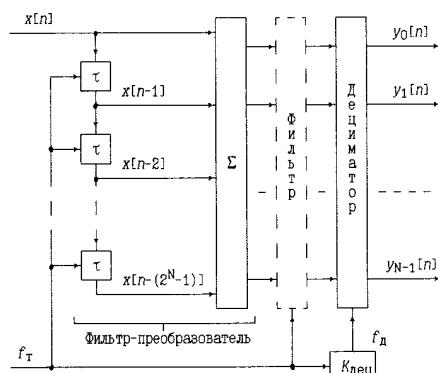
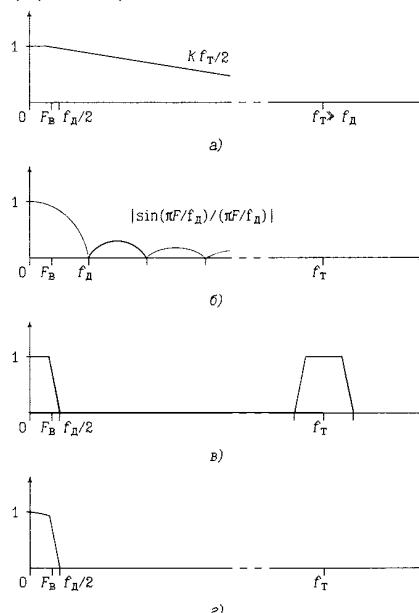

рис. 5
рис. 6
Фильтровый способ цифрового преобразования. Другой способ цифрового преобразования сигма-дельта модулированного сигнала основан на использовании цифрового фильтра с дециматором на выходе. На **рис.5** показан трансверсальный фильтр с элементами задержки "τ" и сумматором "Σ" текущей незадержанной и предшествующих, задерживаемых на время τ , 2τ , 3τ , ..., $(2^N-1)\tau$, посылок преобразуемого сигнала (обозначен на рисунке как "Фильтр-преобразователь"). Длительность задержки каждого элемента равна $\tau = 1/f_t$. Коэффициенты суммирования (весовые коэффициенты фильтра) равны единице. Фильтр-преобразователь и дециматор (без промежуточного фильтра между ними) эквивалентны счетчику и регистру на его выходе, используемым при счетном способе. Фильтр-преобразователь с помощью сумматора "подсчитывает" количество единичных посылок, приходящихся на интервал дискретизации, равный $\Delta t = 2^N\tau = 2^N/f_t$ (как и в счетчике), а дециматор – это тот же выходной регистр памяти, управляемый импульсами дискретизации. В фильтре используется один вход – младшего разряда и N выходов всех разрядов. В рассматриваемом случае, как и при счетном способе, частота дискретизации и функция фильтрации определяются формулами (3) и (4). Возможное построение фильтра-преобразователя дано в [4].
Рассмотренная особенность фильтрового способа дает возможность фильтровать преобразуемый сигнал до его децимации. Фильтрация осуществляется фильтром, включенным между фильтром-преобразователем и дециматором (рис.5). Указанный фильтр управляетяяяся тактовой частотой f_t . Процесс фильтрации в сигма-дельта АЦП показан на **рис.6**, где a – АЧХ аналогового фильтра на входе сигма-дельта модулятора (соответствует АЧХ на рис.1,а в первой части статьи); b – АЧХ фильтра-преобразователя; c – гребенчатая АЧХ цифрового фильтра, включенного между фильтром-преобразователем и дециматором; d – результатирующая АЧХ сигма-дельта АЦП. На рис.6 не показана АЧХ сигма-дельта модулятора, которая для модулятора 1-го порядка равномерна, а для модуляторов 2-го и более высоких порядков является АЧХ полиномиальных ФНЧ [4]. После фильтрации, показанной на рис.6, осуществляется децимация сигнала. Децимация (снижение частоты отсчетов) может быть полной или неполной – до частоты, равной или большей f_d .
Итак, назначение цифровых фильтров: первого – преобразование, сопровождаемое предварительной фильтрацией (рис.6,б); второго – дополнительная фильтрация (рис.6,в). В ряде случаев фильтрация, осуществляемая фильтром-преобразователем, оказывается достаточной, и дополнительную фильтрацию не применяют. Возможно также объединение функций преобразования и дополнительной фильтрации в одном фильтре. Дополнительный фильтр, как и фильтр-преобразователь, может быть многоакаскадным. При этом возможно применение нескольких дециматоров – в каждом из каскадов. Спад АЧХ фильтра-преобразователя в зависимости от частоты (рис.6,б), в отличие от гребенчатой АЧХ при обычной фильтрации (рис.6,в), обусловлен рассмотренной выше "интервальной" дискретизацией, при которой информация, содержащаяся в последовательности одноразрядных посылок на интервале, становится содержанием многоразрядной посылки. В качестве фильтра-преобразователя в большинстве случаев используют трансверсальный фильтр. Его коэффициенты суммирования, как указано выше, равны единице, но это неизбежно. Их сумма, например, может быть равна единице, а сами коэффициенты равны между собой. Отметим, что вход одноакаскадного фильтра-преобразователя одноразрядный (используется вход младшего разряда), а в многоакаскадном фильтре междуакаскадные входы и выходы имеют нарастающую разрядность. Отметим также, что одноакаскадный трансверсальный фильтр-преобразователь – это интегрирующий фильтр (на интервале $2^N/f_t$), переходная характеристика которого имеет линейно нарастающий (степенчатый) фронт, длительность которого равна указанному интервалу, а конечный уровень интегрирования равен 2^N .